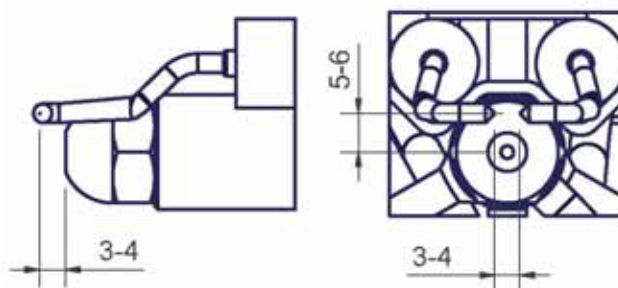

Рис. 48
- Проверьте запальный электроды, очистите, отрегулируйте и, при необходимости, замените (см. Рис. 48).
Отрегулировать положение электродов, соблюдая размеры (в мм), указанные на Рис. 48.